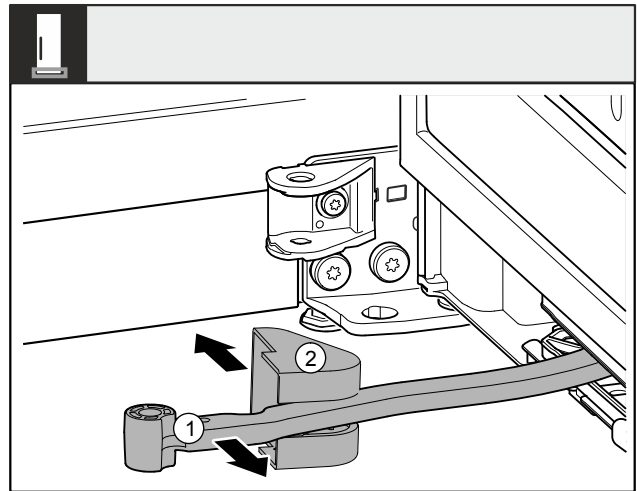

Fig. 9
- Gelenk Fig. 9 (1) in Richtung Tür drehen.
- Lagerbockabdeckung Fig. 9 (2) entfernen.